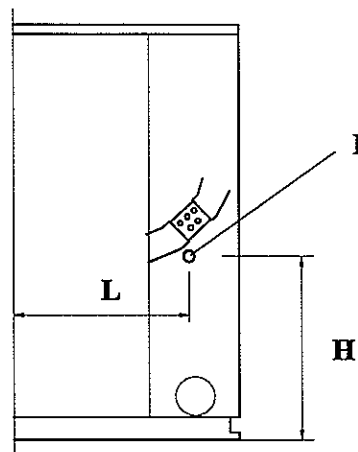

fig. 15
(Refer to Connection technical sheet of the corresponding model for connection dimensions (*fig. 15*)).
- Secure with appropriate clamps (*fig. 15*).
(Refer to Connection technical sheet of the corresponding model for connection dimensions (*fig. 15*))
(Ver Hoja Técnica de Conexiones del modelo correspondiente para cota de conexión. (*fig. 15*))
- Fijarlos con abrazaderas apropiadas. (*fig. 15*)
(Voir Feuille Technique de Raccordements du modèle correspondant pour cote de raccordement. (*fig. 15*))
- Les fixer avec des brides appropriés. (*fig. 15*)
- Remove the tube caps and connect the hoses to the nipples on the manifold (*fig. 15*).
- Retirar los tapones de goma y conectar los conductos a las tetinas del colector (*fig. 15*).
- Enlever les bouchons en caoutchouc et raccorder les tuyaux aux tétines du collecteur (*fig. 15*).